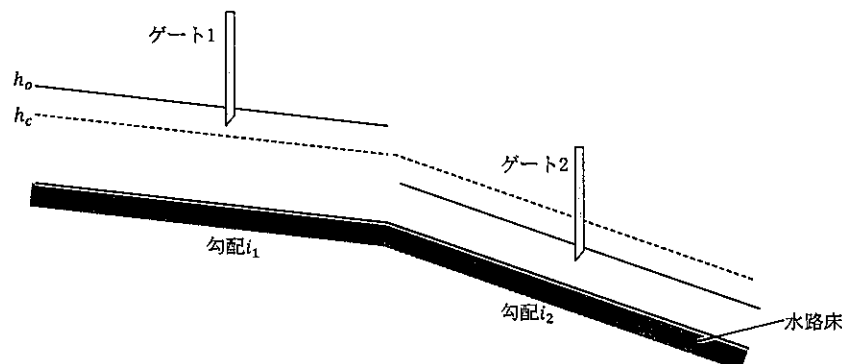

図 2
2. 図-2 のように、途中で水路床勾配が i_1 から i_2 に変化する十分に長い広幅長方形断面の水路がある。この水路に単位幅流量 q の水を流すとき、取り得る水面形の形状を以下の手順で考える。As shown in Figure 2, there is a sufficiently long wide rectangular cross-sectional channel with a channel bed slope that changes from i_1 to i_2 along the way. When the water of unit discharge q flows through this channel, the possible shapes of the water surface are considered in the following manner.
- (3) (1)及び(2)に従って限界水深と等流水深をそれぞれ求めると、水路床勾配が変化する上流側では $h_o > h_c$ 、下流側では $h_o < h_c$ となったとする。上流側・下流側の水路はそれぞれどのように呼ばれるか答えよ。さらに、これらの条件において、ゲート1、ゲート2が図-2のように設置されているとき、水面形の概略を描け。また、水面形の名前(M_1 や S_2 など)と水面形が決まる向きを矢印で記せ。途中で限界水深をとる場合や、跳水となる場合があれば、そのおよその位置を示せ。Suppose that, following (1) and (2), the critical depth and the normal depth, respectively, are found to be $h_o > h_c$ upstream and $h_o < h_c$ downstream, where the channel bed gradient changes. What are the upstream and downstream channels called, respectively? Furthermore, under these conditions, when Gate 1 and Gate 2 are installed as shown in Figure 2, draw a rough sketch of the water surface shape. Also, indicate the name of the water surface shape (M_1 , S_2 , etc.) and the direction in which the water surface shape is determined by the arrows. Indicate the approximate location of the critical depth or hydraulic jump, if any.